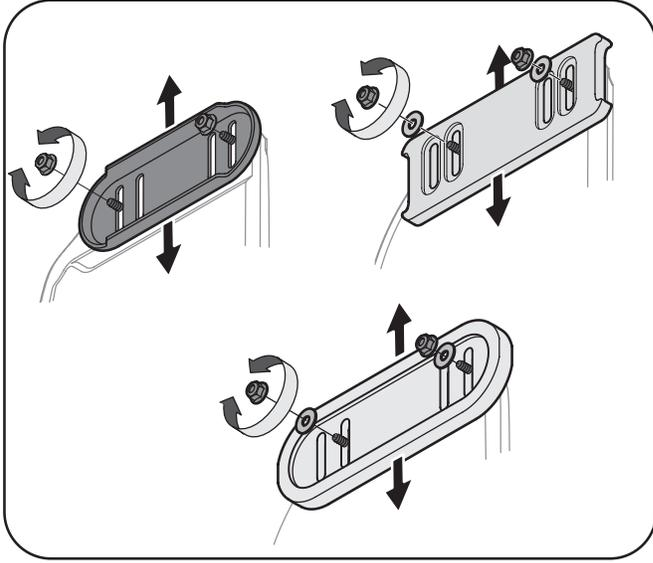

Figure 3-16
1. Ajustez les patins en desserrant les quatre contre-écrous à embase (deux de chaque côté), rondelles (le cas échéant) et les boulons ordinaires. Placez les patins à la position voulue. Voir la Fig. 3-16.